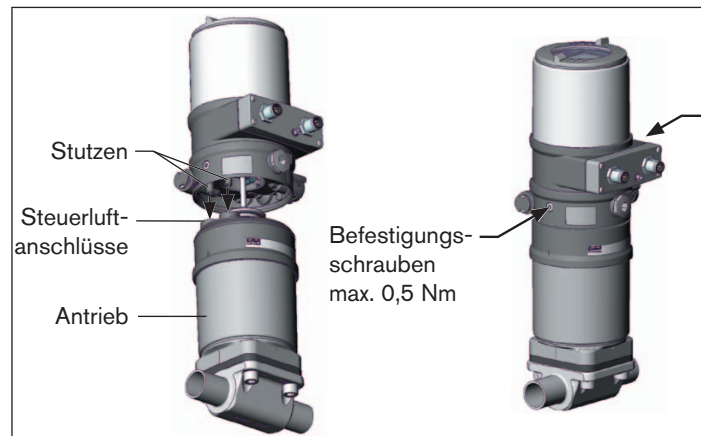

Bild 8: Montage Positioner / Prozessregler, Reihe 2103, 2300 und 2301
2. die Stützen des Positioners / Prozessreglers in die Steuerluftanschlüsse des Antriebs (siehe „Bild 8“) hineinfinden.